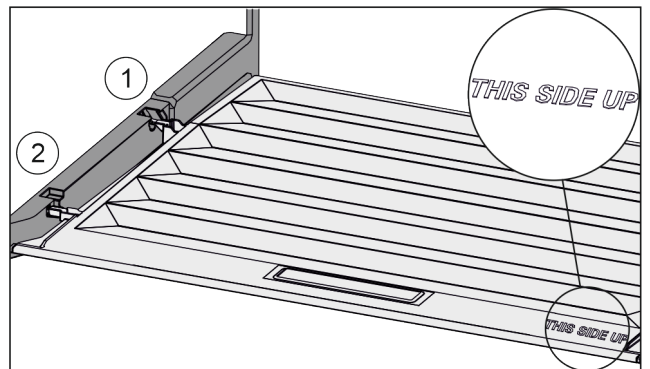

Fig. 151
- ▶ Dekselranden via de opening van de achterste houder Fig. 151 (1) aanbrengen en van voren in de houder Fig. 151 (2) klikken.